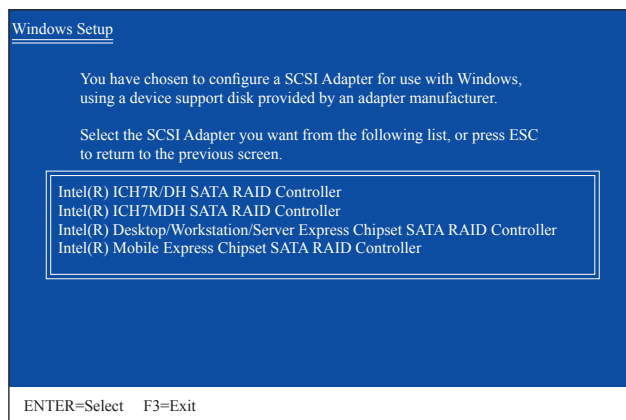

図 2
SATA RAID/AHCIドライバを含むフロッピーディスクを挿入し、<Enter>を押します。次に、以下の図 2のようなコントローラメニューが表示されます。**Intel(R) Desktop/Workstation/Server Express Chipset SATA RAID Controller**を選択し、<Enter>を押します。AHCIモードの場合、キーボードの矢印キーを使用して**Intel(R) Desktop/Workstation/Server Express Chipset SATA AHCI Controller**アイテムにスクロールし<Enter>を押します。